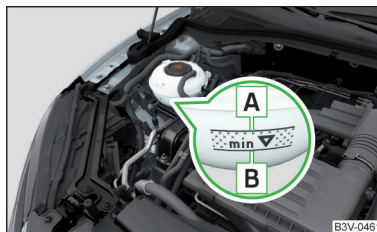

Fig. 326
Verificarea nivelului lichidului de răcire - nivelul lichidului de răcire trebuie să se afle între marcasele **A** și **B** » fig. 326. Dacă nivelul lichidului de răcire se află sub marcajul **B**, completați lichidul de răcire.
Specificația lichidului de răcire este menționată pe vasul de expansiune a lichidului de răcire » **fig. 326**.
- Nu adăugați lichid de răcire deasupra marcatului **A** » **fig. 326**. Lichidul de răcire ar putea fi împins din sistemul de răcire, atunci când se încălzește - există pericolul de deteriorare a pieselor din compartimentul motor.